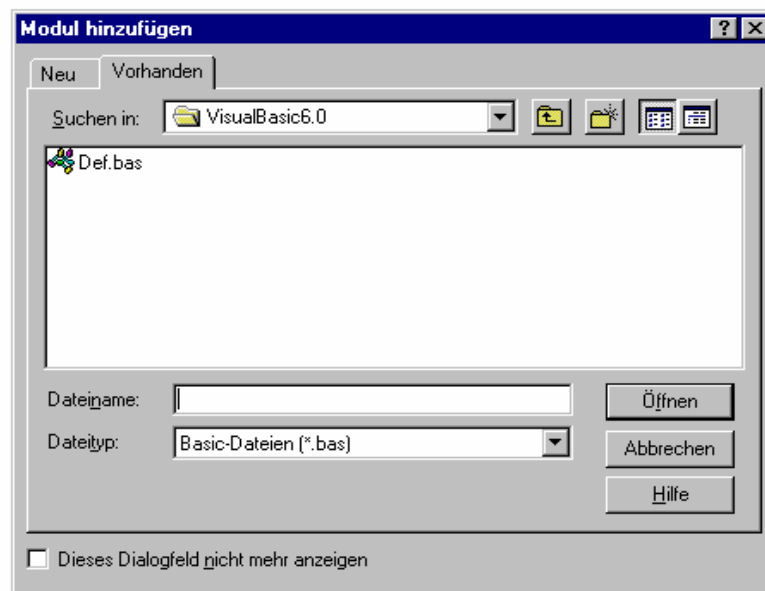

Abbildung 2.2: Modul einfügen in Visual Basic
- Zweiter Schritt:** Das Programmodul 'Def.bas' muss eingebunden werden. Dazu wird im Menu 'Projekt' der Menupunkt 'Modul hinzufügen' angewählt. Im Reiter 'Vorhanden' kann darauf die Datei 'Def.bas' ausgewählt und hinzugefügt werden. Die Abbildung 2.2 zeigt diesen Vorgang.